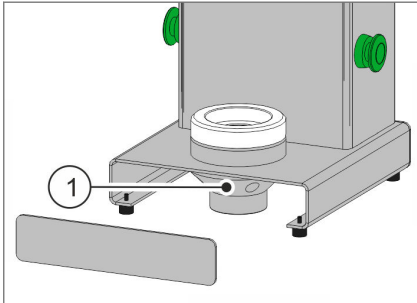

Abb. 18 Aufschäumer
① Aufschäumer
Der Korkfix kann mit einem Aufschäumer ausgestattet werden (Abb. 18/①). Die Montage des Aufschäumers wird von der Braumanufaktur Werk II GmbH durchgeführt (☎ „Kundendienst“ auf Seite 3).